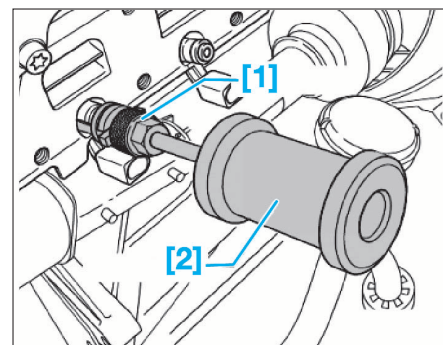

FIG. 46
- [2]. Marteau pour extracteur (ref. T10133/3) (Fig.46).
- Visser l'outil [2] sur l'extracteur [1] (Fig.46).